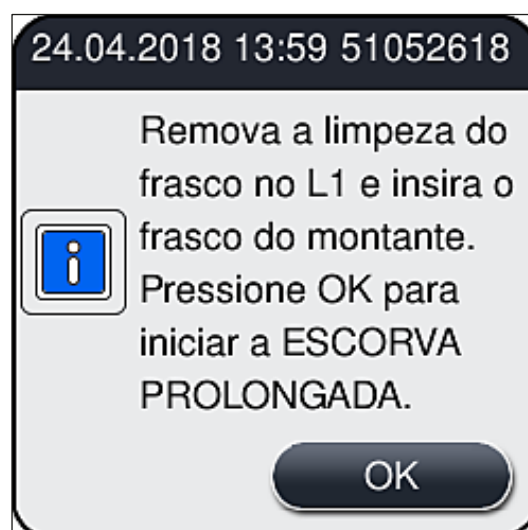

Fig. 104
- » Depois disso, o sistema pede ao usuário que remova o frasco de limpeza do aparelho e insira um novo com o montante. Após a inserção, confirme a mensagem de informações (→ Fig. 104) com **OK**. Descarte o conteúdo do frasco de limpeza de acordo com os regulamentos do laboratório.